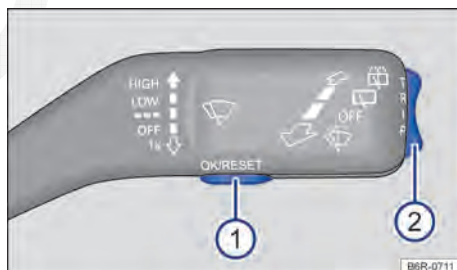

Fig. 11 Alavanca dos limpadores dos vidros: botão ① para confirmação dos itens e chave ② para trocar o indicador do display.
- Com a ignição ligada¹⁾, para ajustar o relógio, se necessário, alterar para o indicador do relógio, pressionar a chave → Fig. 11 ② para cima ou para baixo ou pressionar o botão de ajuste → Fig. 10 ⑥.
A mensagem de serviço se apaga após alguns segundos com o motor em funcionamento ou após pressionar o botão **OK** da alavanca dos limpadores dos vidros → Fig. 11 ①.
- Se uma mensagem ou um pictograma do veículo forem exibidos, pressionar o botão **OK** → Fig. 11 ①.
- Pressionar a chave ② para cima ou para baixo, até que seja exibido o indicador desejado. ◀
- Pressionar a chave na alavanca dos limpadores dos vidros → Fig. 11 ②.
- Manter o botão pressionado na alavanca dos limpadores dos vidros → Fig. 11 ① para selecionar o indicador de horas, de modo que ele pisca.
- Acertar as horas com a chave da alavanca dos limpadores dos vidros → Fig. 11 ②. Para isso, pressionar a chave para cima ou para baixo, para aumentar ou diminuir o indicador de horas.
- Manter o botão → Fig. 11 ① pressionado por aproximadamente 2 segundos.